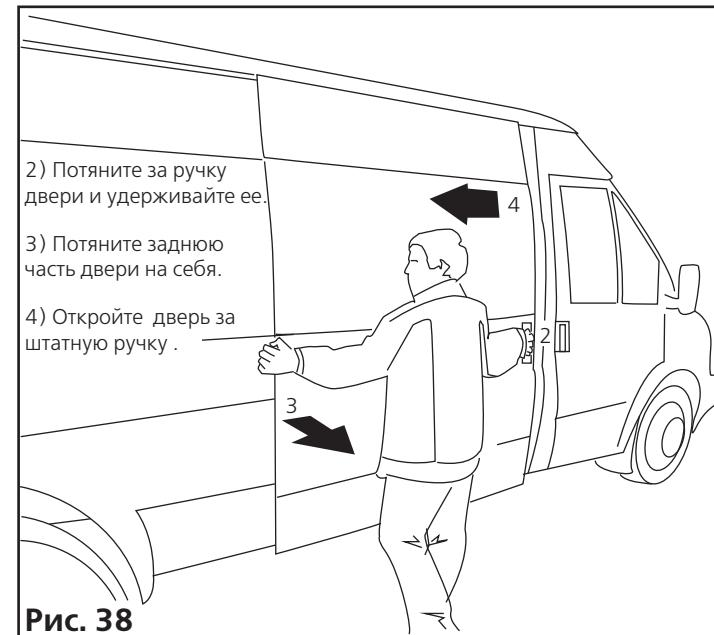

Рис. 38
2. Потяните за ручку двери и удерживайте ее (рис. 38).
3. Потяните заднюю часть двери на себя (рис. 38).
4. Откройте дверь за штатную ручку (рис. 38).